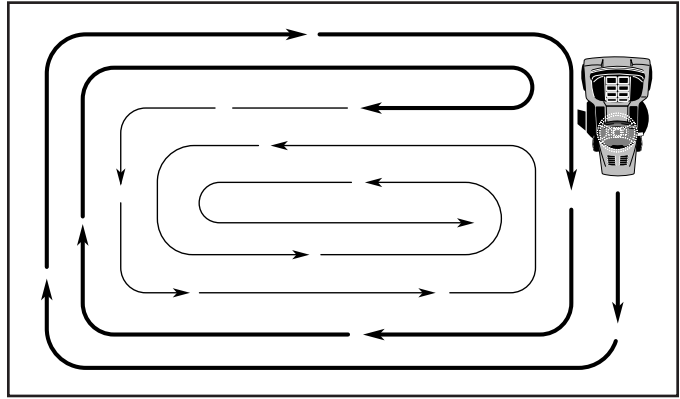

Fig. 15
8. Conduzca su tractor hacia adelante durante aproximadamente cinco pies y entonces hacia marcha atrás cinco pies (150 cm). Repita este proceso tres (3) veces.
- Al segar las áreas grandes, empiece girando a la derecha de modo que los recortes se descarguen, alejándose de los arbustos, cercos, entradas de automóviles, etc. Después de una o dos vueltas, siga en la dirección opuesta, haciendo virajes a la izquierda, hasta que termine (Vea Fig 15).